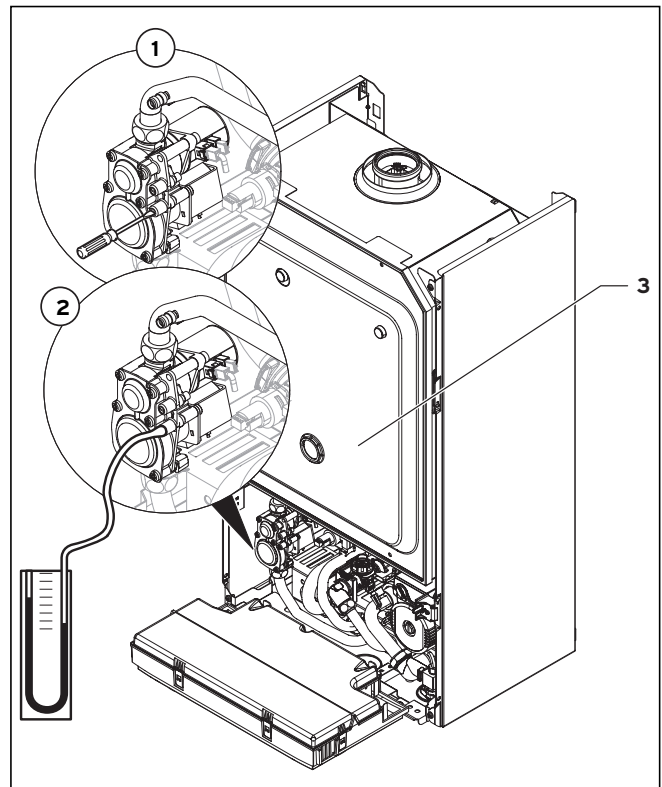

Fig. 6.4 Verificarea presiunii de racordare
Pentru verificarea presiunii de racordare, procedați după cum urmează (vezi fig. 6.4):
- Desfaceți cele patru șuruburi ale capacului camerei (3 în Fig. 6.4) și scoateți-l.